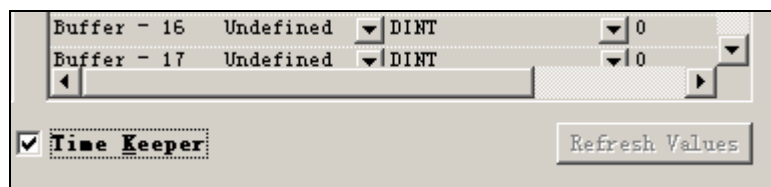

图 6-27 将 #1 变频器设置为计时器
12) 选中 Time Keeper 选项。这项操作的含义是将#1 变频器作为 SynchLink 的计时器, 而#2 变频器则与#1 变频器的时钟同步, 如图 6-27 所示。